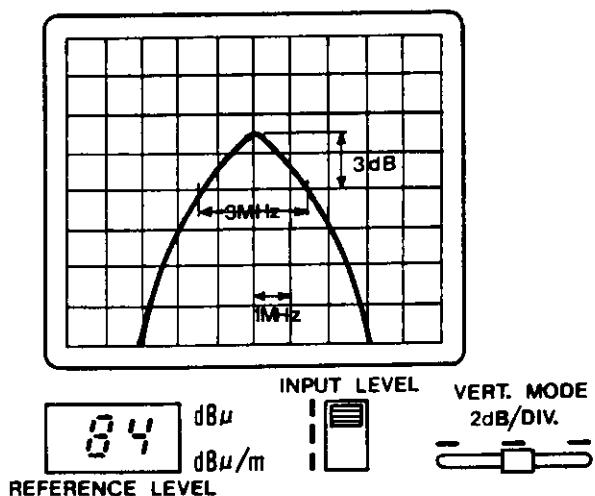

図5-3
- 〔図5-3〕に示すように、波形のピークがCRTディスプレイの中央の水平軸より3dB(1.5div.)上になるように **IF GAIN-FINE** スイッチで調整します。